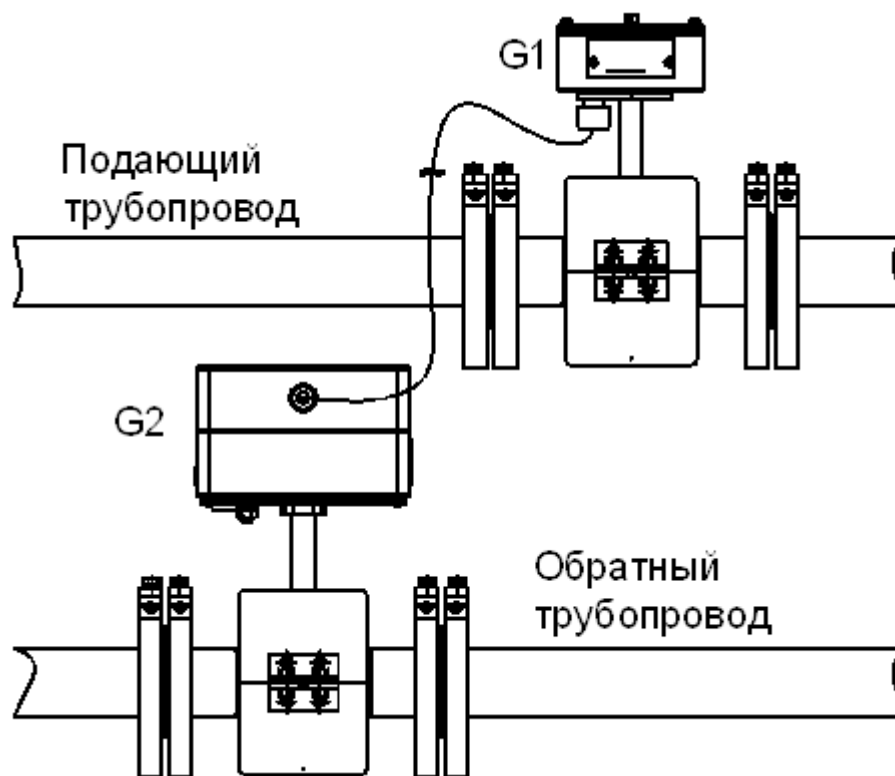

Рис. 4.2
4.2.1 В состав расходомера входят ПМ и два ППР, один из которых подключается к ПМ при помощи линии связи (канал G1), а другой конструктивно совмещен с ПМ (канал G2) (см рис.4.2).